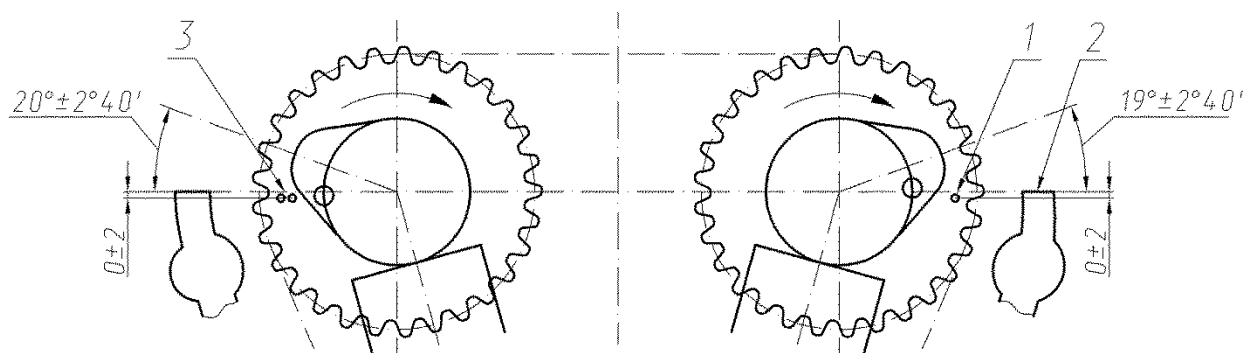

Рис.83. Схема положения распределительных валов при положении поршня первого цилиндра в ВМТ такта сжатия:
При этом кулачки распределительных валов 1-го цилиндра и метки на звездочках распределительных валов должны располагаться согласно рис.83.
2. Установить сектор 3 (рис.84) за первым кулачком распределительного вала впускных клапанов - вид «А». Прижимая сектор 3 к верхней плоскости головки цилиндров 5, приложить и плотно прижать шаблон 2 к поверхности первого кулачка. При этом стрелка шаблона должна показывать на секторе угол в соответствии с рис.83.
В случае нахождения значения замеренного угла не в допуске (рис.83) повторить действия, начиная с п.1, с использованием другого дополнительного установочного отверстия.
В случае нахождения значения замеренного угла не в допуске (рис.83) повторить действия, начиная с п.3, с использованием другого дополнительного установочного отверстия.
9. Проверить установку фаз газораспределения с помощью сектора и шаблона кулачка со стрелкой, как описано выше. В случае нахождения значения замеренного угла не в допуске (рис.83), необходимо повторить корректировку фаз газораспределения, используя другие установочные отверстия.